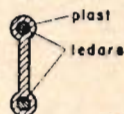

Fig. 4. Bandkabel.
**Symmetriska kablar.** Den populäraste typen är här den redan omnämnda *bandkabeln*. Den består av två ledare på bestämt avstånd från varandra ingjutna i en högvärdig plastisolering (polyetylen) se bild 4. Kabeln finns i två ut-